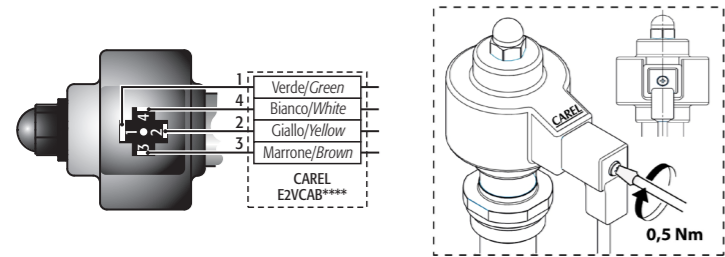

Fig. 3
- Collegare il connettore già cablato al motore passo passo nel relativo alloggiamento e serrare la vite con una coppia di 0,5 Nm seguendo le indicazioni in Fig. 3. Collegare a questo punto l'estremità quadrilaterale del cavo nei relativi morsetti del Driver CAREL EVD*** o relativo controllo omologato CAREL ed impostare i parametri secondo il set riportato nella tabella sottostante.
- Connect the pre-wired connector to the socket on the stepper motor and tighten the screw with a tightening torque of 0.5 Nm following the instructions in Fig. 3. Then connect the four-pin end of the cable to the corresponding terminals on the CAREL EVD*** driver or approved CAREL controller and set the parameters as shown in the table below.
9. Brancher le connecteur déjà câblé au moteur pas à pas dans l'emplacement correspondant et serrer la vis avec un couple de 0,5 Nm en suivant les indications de la Fig. 3. A ce stade, brancher l'extrémité du pôle du câble dans les bornes du Driver CAREL EVD*** ou du régulateur homologué CAREL et enregistrer les paramètres selon le modèle indiqué dans le tableau ci-dessous.
9. Den vorverdrahteten Stecker in den Schrittmotor einfügen; die Schraube nach den Anleitungen der Fig. 3 mit rund 0,5 Nm Drehmoment festschrauben. Das Vierleiterkabelende an die entsprechenden Klemmen des CAREL-Treibers EVD*** oder an ein anderes zugelassenes CAREL-Steuergerät anschließen; die Parameter gemäß Parameter-Set der nachstehenden Tabelle einstellen.